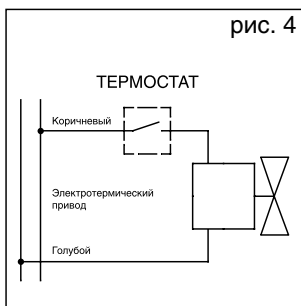

рис. 4
- Выполнить электромонтаж согласно рис. 4. Перед монтажом убедитесь, что электричество выключено, а выбранная модель полностью совместима с имеющимся сетевым напряжением.